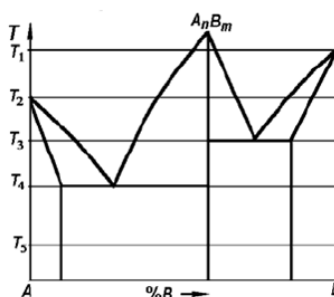

Рисунок 1.1.1 – Диаграмма состояния заданного сплава
3. Вычертите в масштабе диаграмму состояния системы, изображенную в задании (рис. 1.1.1), заполните диаграмму состоянием фазами и структурными составляющими. Опишите фазовые превращения в сплаве состава 50%B–50%A при медленном охлаждении. Определите для заданного сплава:
3. Вычертите в масштабе диаграмму состояния системы, изображенную в задании (рис. 1.1.1), заполните диаграмму состояния фазами и структурными составляющими. Опишите фазовые превращения в сплаве состава 20%B–80%A при медленном охлаждении. Определите для заданного сплава:
3. Вычертите в масштабе диаграмму состояния системы, изображенную в задании (рис. 1.1.1), заполните диаграмму состояния фазами и структурными составляющими. Опишите фазовые превращения в сплаве состава 80%B–20%A при медленном охлаждении. Определите для заданного сплава:
3. Вычертите в масштабе диаграмму состояния системы, изображенную в задании (рис. 1.1.1), заполните диаграмму состояниями фазами и структурными составляющими. Опишите фазовые превращения в сплаве состава 60%B–40%A при медленном охлаждении. Определите для заданного сплава: